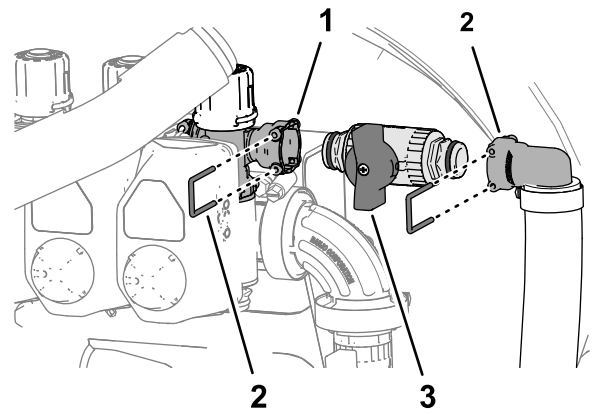

图62
- A. 取下将切断阀的快速接头固定至右喷洒段旁通阀快速断开槽的卡环将阀门与连接槽分开图62。
- B. 取下将切断阀的快速接头固定至 90° 宝塔接头快速断开槽的卡环将阀门与连接槽分开图62。